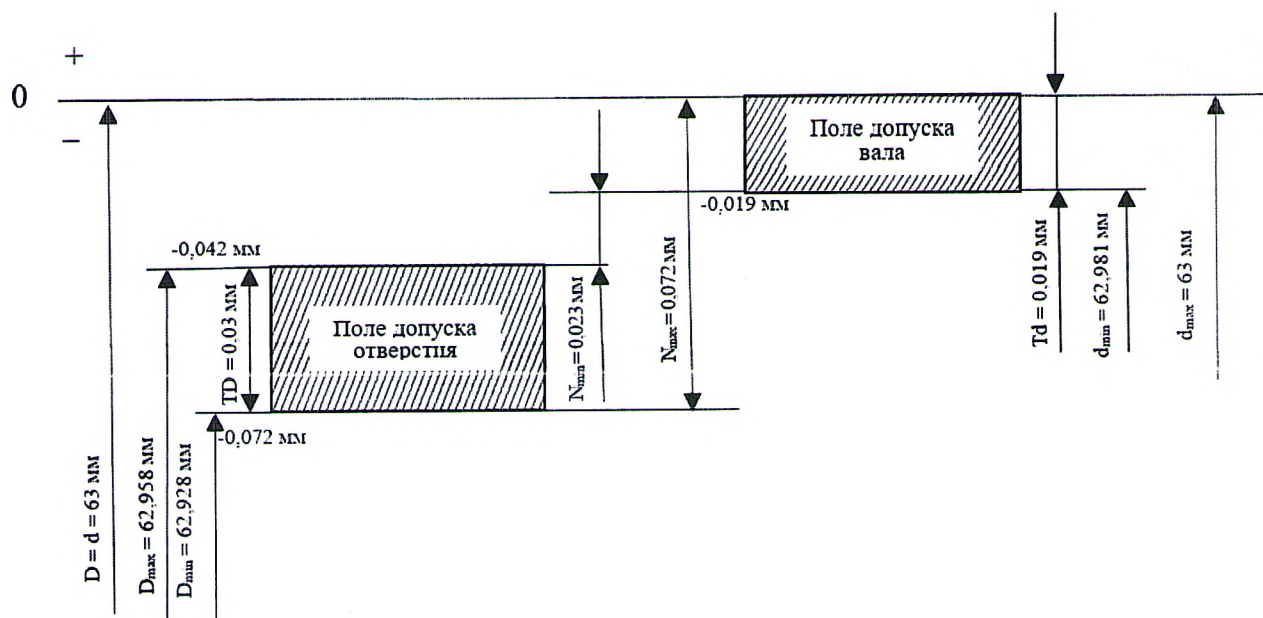

Рисунок 4 – Графическое изображение полей допусков для вала и отверстия
9. Строим поля допусков для вала и отверстия (рис. 4)